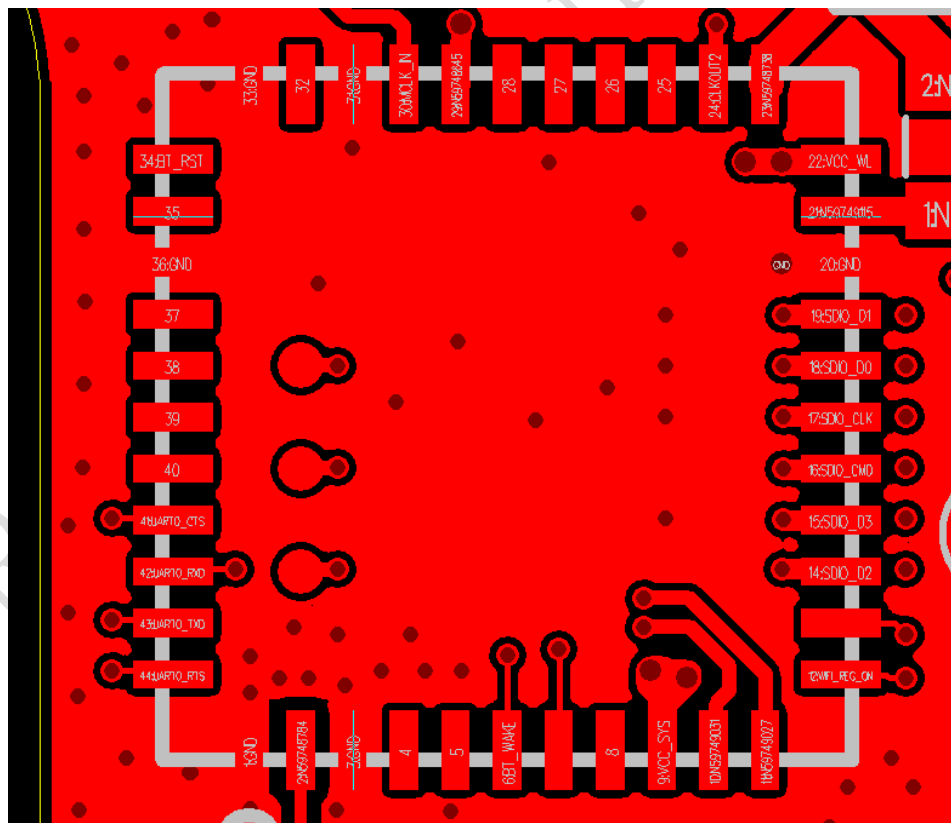

图23-11
- 模组下方第一层保持完整的地，不要有其他信号走线，如图23-11。